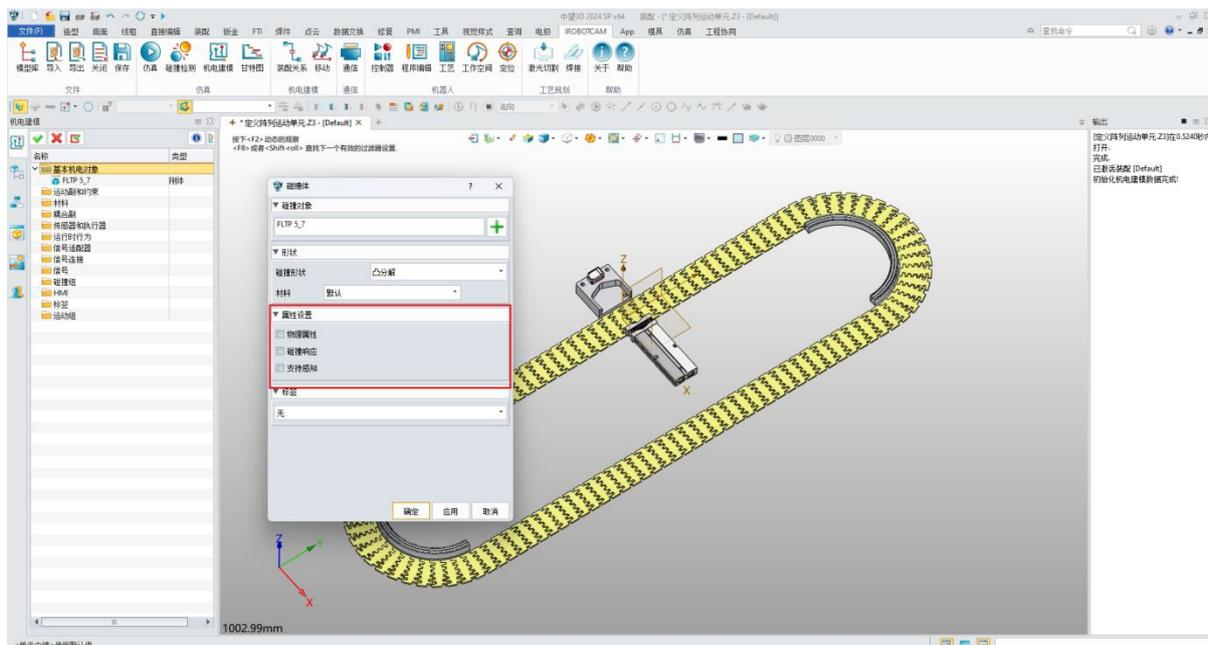

图 7-8：碰撞信息
- 单击“确定”为“FLTP5_7”创建碰撞体。（图 7-8）